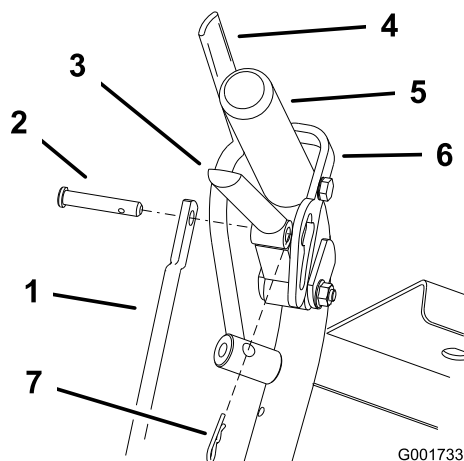

Figura 37
1. Regolate la lunghezza dell'asta di comando lasciando andare la leva della trazione e staccando la coppiglia e il perno con testa. Ruotate l'asta nel relativo raccordo (Figura 37).
4. Inserite il perno con testa nella leva della trazione (Figura 37).
6. Montate la coppiglia tra la leva della trazione e il dispositivo di blocco in folle, inserendola nel perno con testa (Figura 37).